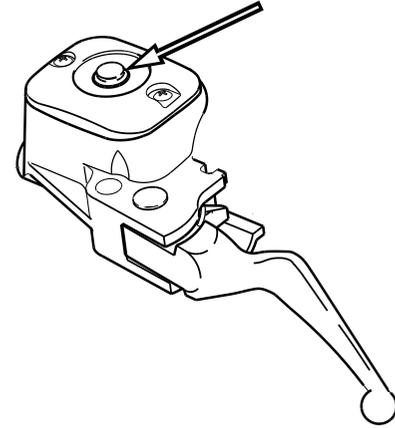

Abbildung 33. Kupplungsbehälterschauglas
2. Siehe Abbildung 33. Den Flüssigkeitsstand im Kupplungsflüssigkeitsbehälter prüfen. Das Schauglas ist dunkel, wenn Flüssigkeit vorhanden ist. Wenn der Flüssigkeitsstand niedrig ist, mit dem nächsten Schritt fortfahren.